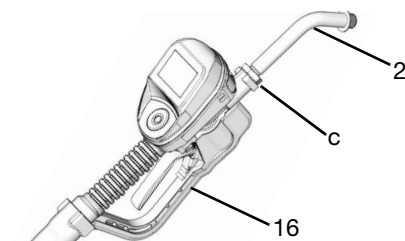

FIG. 10
1. Regolare il dado (c) sulla prolunga (2) in modo da poter utilizzare la massima lunghezza di avvitamento della prolunga (FIG. 10).
2. Inserire la prolunga (2) nell'alloggiamento fino in fondo (FIG. 10).
3. Allineare la prolunga (2) con il corpo della valvola di erogazione con misuratore e con l'impugnatura (16) (FIG. 10).
4. Serrare saldamente il dado (c) (FIG. 10).